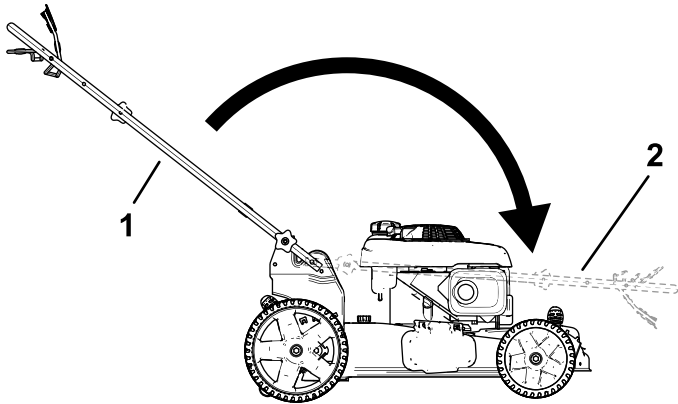

Figure 24
1. Bouton du guidon (2) 2. Boulon de carrosserie (2)
2. Repliez le guidon en le faisant pivoter en avant (Figure 24).